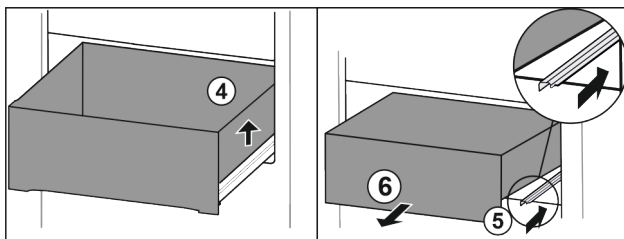

Fig. 91
- Løft skuffen til høyre. Fig. 91 (4)
- Skyv inn høyre skinne. Fig. 91 (5)
- Ta ut skuffen framover. Fig. 91 (6)